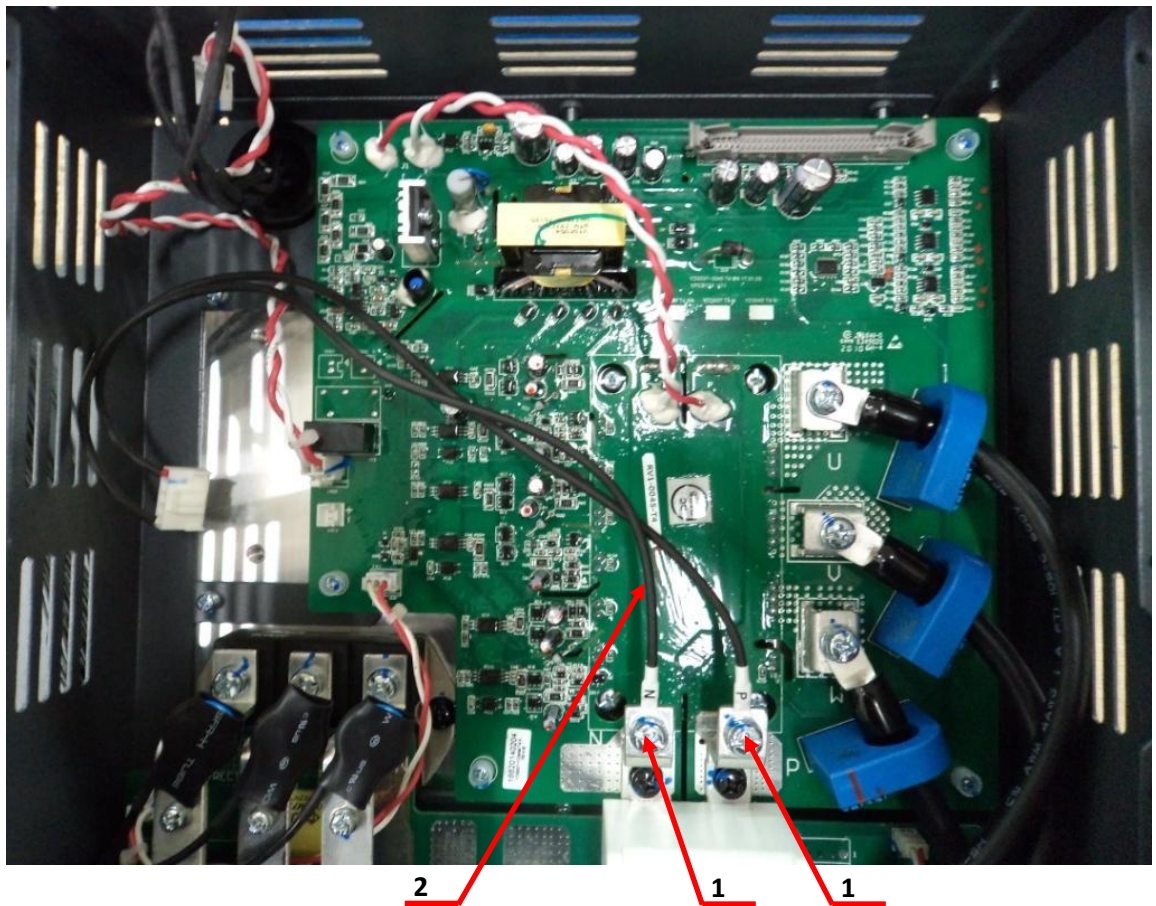

Рис.6.14
- 6.7.7. Открутить два винта поз.1 (рисунок 6.14) и положить их в тару 3.1.17.